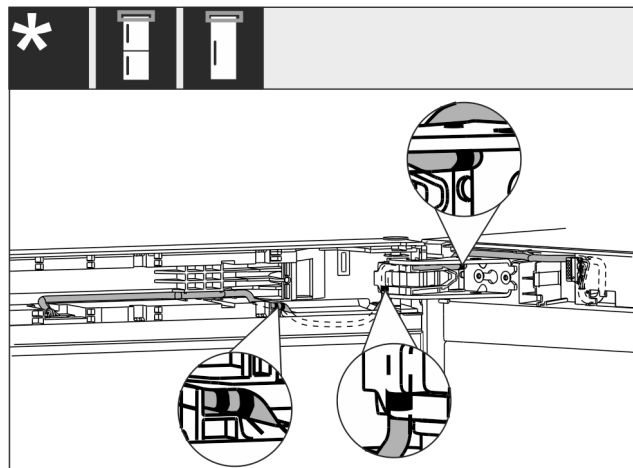

Fig. 59
- ▶ A kábelt az ábrán Fig. 59 (1) látható módon kell elvezetni.